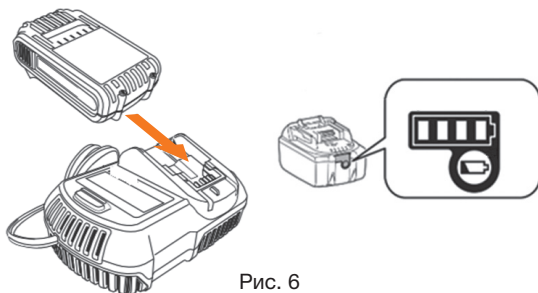

Рис. 6
- Вставьте вилку зарядного устройства в розетку электрической сети 230В. Индикатор на зарядном устройстве загорится зеленым светом (Рис. 6)
- Подключите аккумулятор к зарядному устройству. Индикатор на зарядном устройстве загорится красным светом, и начнется процесс зарядки (Рис. 6).
- После завершения зарядки индикатор на зарядном устройстве изменит свет с красного на зеленый. Извлеките аккумулятор из зарядного устройства, а затем извлеките вилку зарядного устройства из розетки (Рис. 6).